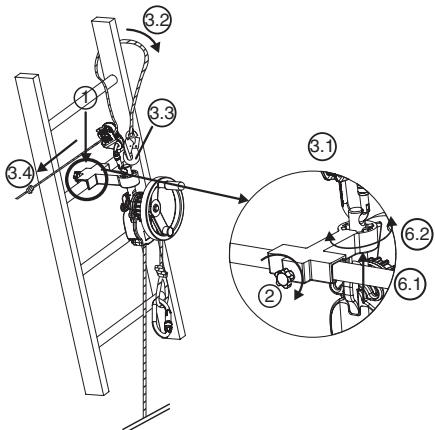

Fig. 7
6.3.3. Appareil Derope™ UP K (Fig. 7)
1. Mettre en place la petite console d'appui sur le barreau de l'échelle à la position requise pour réaliser l'opération de sauvetage, au dessus de la personne à évacuer (Fig. 7, 1).
2. Serrer l'axe de blocage se trouvant à l'arrière de la console d'appui à l'aide du bouton de serrage (Fig. 7, 2).
- Fixer le connecteur du dispositif de réglage LCM 05 dans le trou du haut de l'axe de d'accrochage (Fig. 7, 3.1).
- Passer la longe d'assurance autour du barreau de l'échelle situé au dessus de la console en contournant l'un des montants de l'échelle (Fig. 7, 3.2).
- Connecter le connecteur de la longe d'assurance dans le connecteur du dispositif de réglage LCM 05 (Fig. 7, 3.3).
- Tendre la longe d'assurance en tirant sur le brin libre (Fig. 7, 3.4).
- Orienter l'appareil Derope™ selon le besoin en modifiant la position de l'axe d'accrochage dans le dispositif d'indexage (Fig. 7, 6.1 – 6.2).